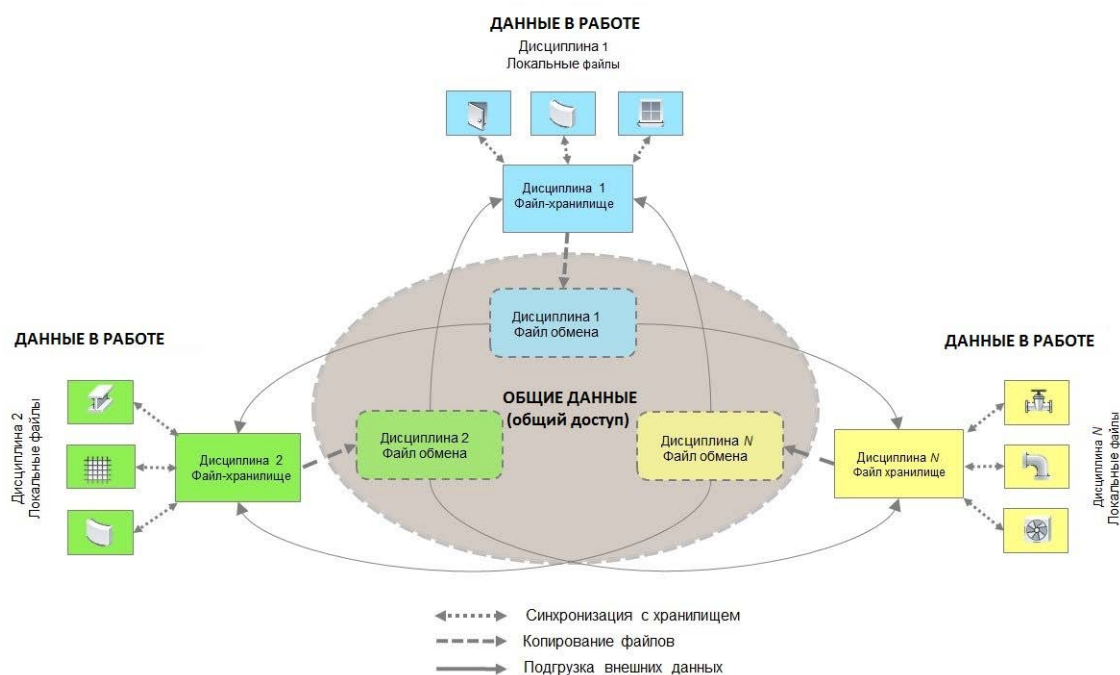

Рис. 8. Схема обмена данными в многодисциплинарной проектной группе
**Среда общих данных** является единым источником достоверной и согласованной информации для всех участников проекта и обеспечивает единую для совместной работы среду, позволяющую осуществлять контроль проектной информации и ее совместное использование всеми участниками многодисциплинарной проектной группы. На рис. 8 представлена рекомендуемая схема обмена данными.